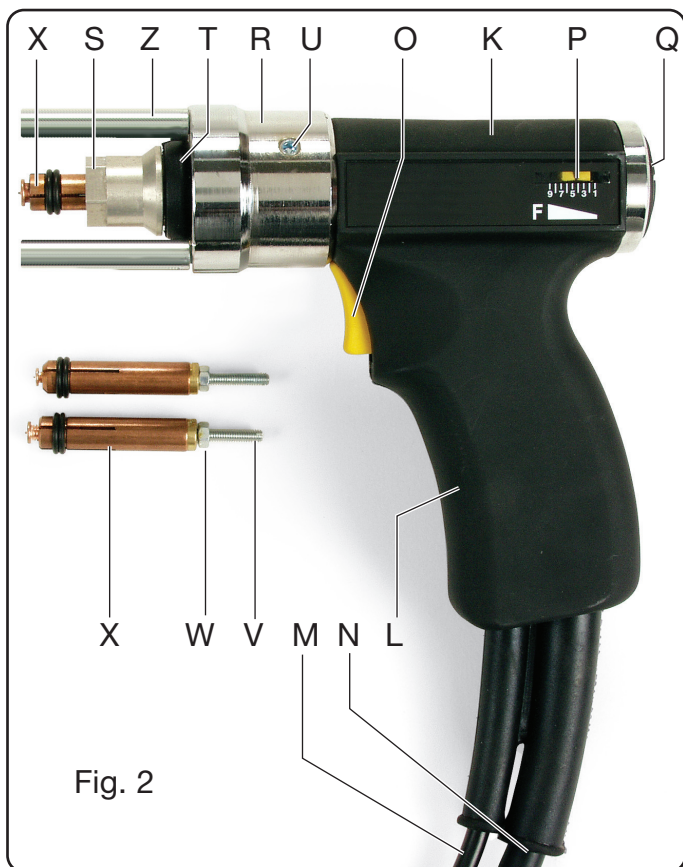

Fig. 2
Insertar la pinza X en el mandril de la pistola (fig. 2), presionarla hasta sentir que se apoya en el fondo y bloquear la tuerca S con la llave hexagonal 17 mm en dotación.
- Insertar el espárrago elegido en la pinza **X** (previamente regulada como se describe en la Fig. 2)